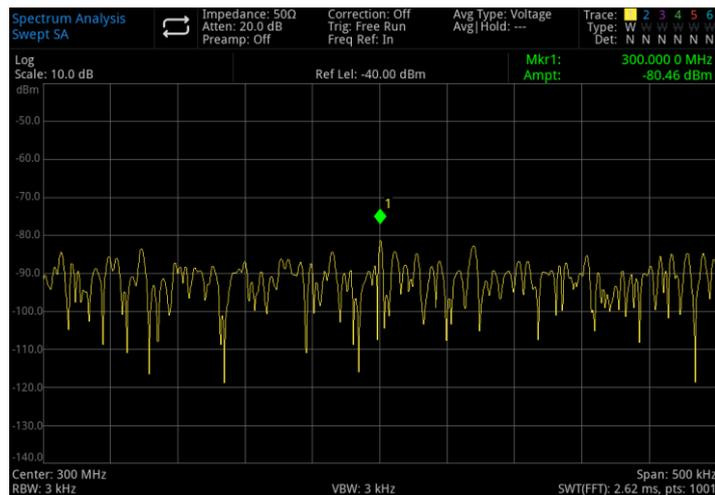

Abbildung 3-11 Ein Signal in der Nähe des Grundrauschens
5. Verringern Sie den Wobbelbereich auf 500kHz (wie in Abbildung 3-11 gezeigt).